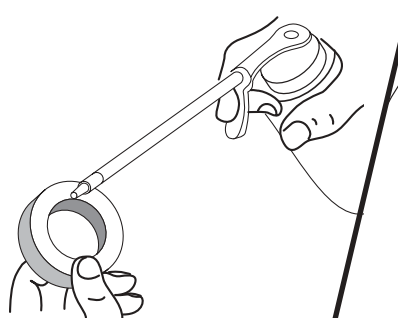

Fig. 39
4. Aplique suficiente aceite limpio SAE 30 para recubrir ligeramente el filtro (Fig.39).